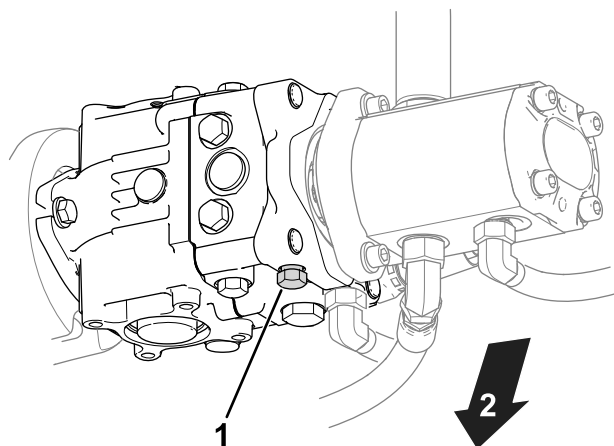

Figura 25
1. Localize a válvula de derivação na bomba (Figura 25).